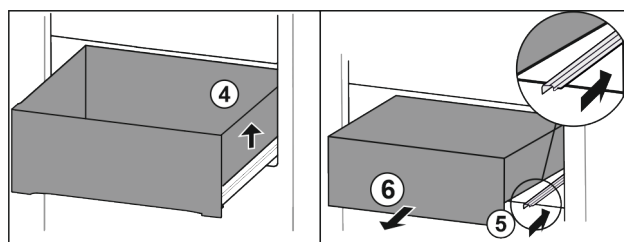

Fig. 83
- Повдигнете чекмеджето отдясно. Fig. 83 (4)
- Вкарайте дясната релса. Fig. 83 (5)
- Извадете чекмеджето напред. Fig. 83 (6)